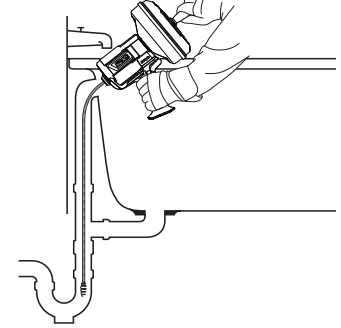

Figure 5
- Accès par trop-plein de baignoire : dépose de plaque et mécanisme (Figure 5).